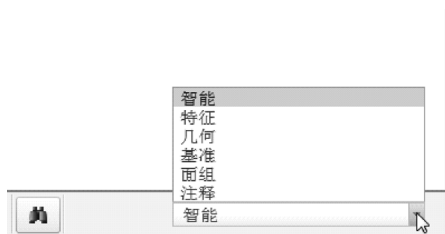

图 1-9 “选择过滤器”下拉列表框
- “选择过滤器”下拉列表框：显示可用的选择过滤器选项。该下拉列表框位于状态栏的最右部区域，如图 1-9 所示。每个过滤器选项均会缩小可选项类型的范围，以轻松地定位项目。值得注意的是，环境不同，提供的可用过滤器选项也可能有所不同，只有那些符合环境或满足特征工具需求的过滤器才可用。在 Creo Parametric 中，系统会根据环境自动指定一个最合适的过滤器选项，用户可根据实际情况选择其他可用的过滤器选项。